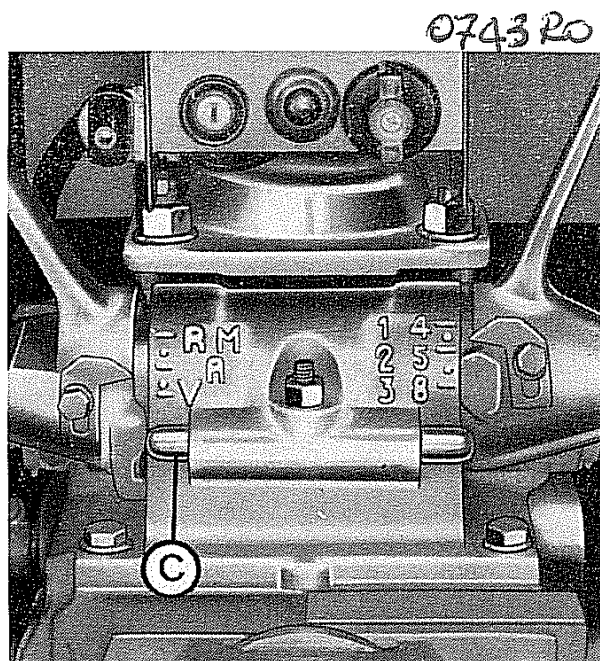

Fig. 3 - Disposizione perno
- Il perno **C** deve trovarsi inserito come mostra la fig. 3.
(La 6^a velocità è impedita dal dispositivo C di fig. 3).
(La 3^a retromarcia è impedita dal dispositivo C di fig. 3).